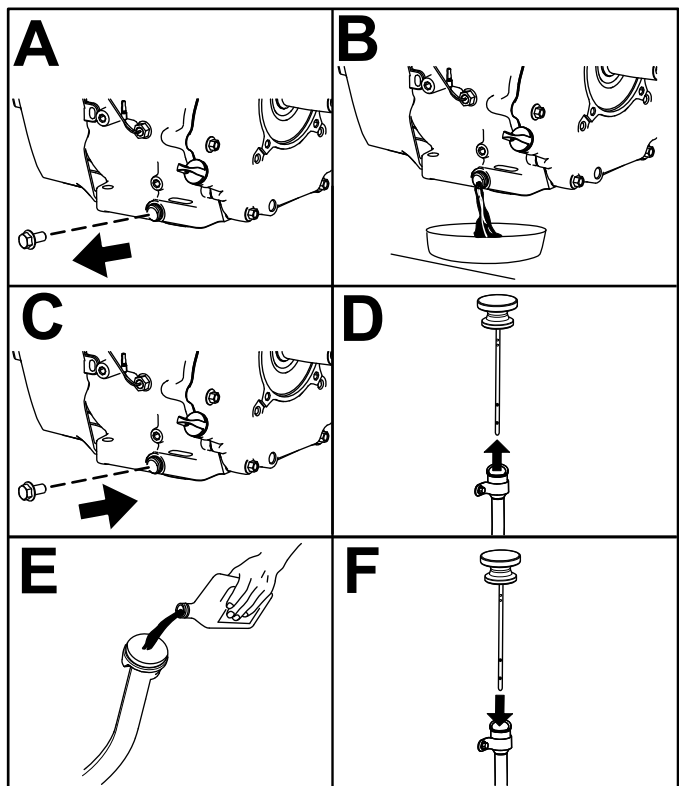

Figura 39
6. Substitua o óleo do motor como se mostra na Figura 39.